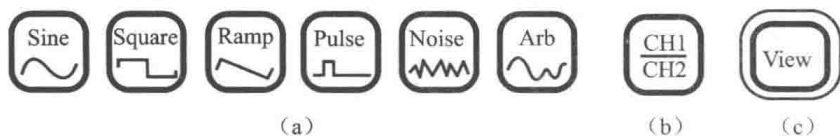

图 1.6 波形设置
(1) 波形设置: 在操作面板左侧下方有一系列带有波形显示的按键, 它们分别是正弦波、方波、锯齿波、脉冲波、噪声波、任意波, 此外还有两个常用按键——通道选择和视图切换键。如图 1.6 所示。